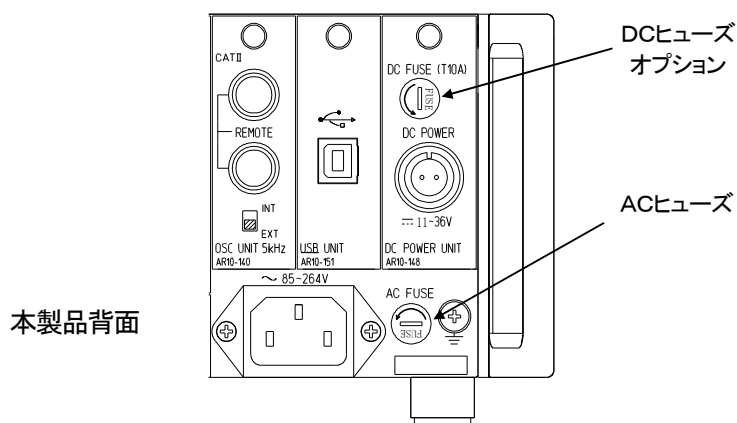

図7-2
2. マイナスドライバーを使用し、ヒューズホルダに記載されている矢印方向(図7-2参照:左90°)に回転させるとヒューズホルダが手前にできます。